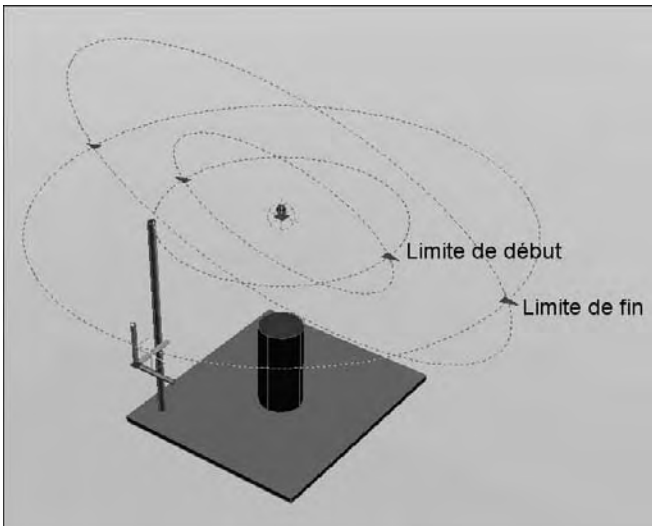

Fig.10.6
- **Utiliser les limites** (Use limits) : définit l'activation ou non des limites d'atténuation (fig.10.6).